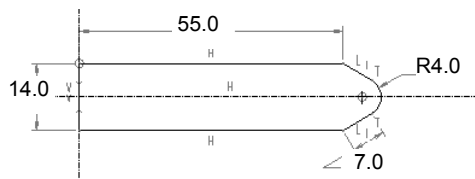

图 2.12.15 最终图形
(2) 用同样的方法修改其余的尺寸值, 完成后的图形如图 2.12.15 所示。